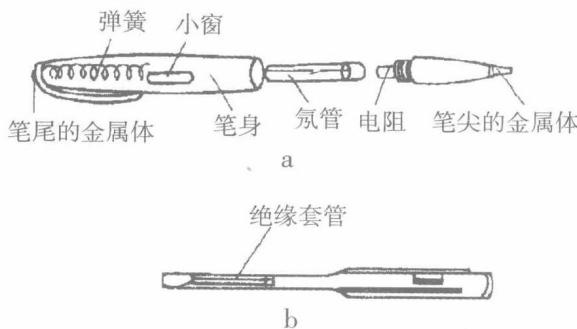

图 1-4 低压验电器
1.低压验电器。低压验电器又称电笔,测电范围在 60~500V 之间。主要有钢笔式和螺丝刀式两种(如图 1-4 所示)。